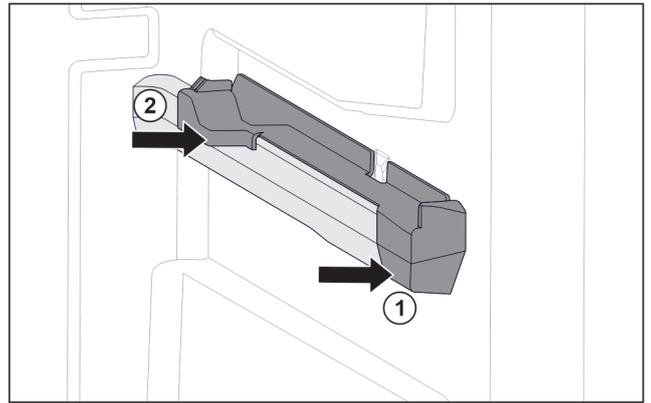

Fig. 68 Pieza de acoplamiento en la nervadura para recipientes derecha
- Coloque la pieza de acoplamiento delante en la nervadura para recipientes. Fig. 68 (1)
- Presione la pieza de acoplamiento por detrás. Fig. 68 (2)